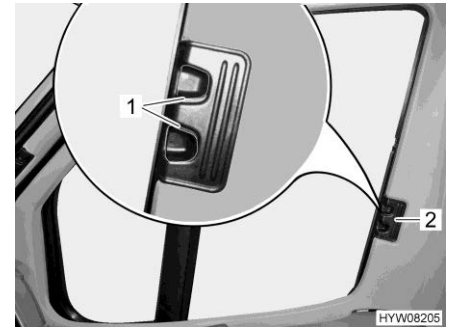

Fig. 42 Dispositif occultant plissé pour la fenêtre côté conducteur/passager
- Pousser les dispositifs occultants plissés pour les fenêtres côté conducteur et côté passager jusqu'à la butée au niveau de la poignée (Fig. 42,2).
- Faire s'enclencher les poignées de déverrouillage (Fig. 42,1).